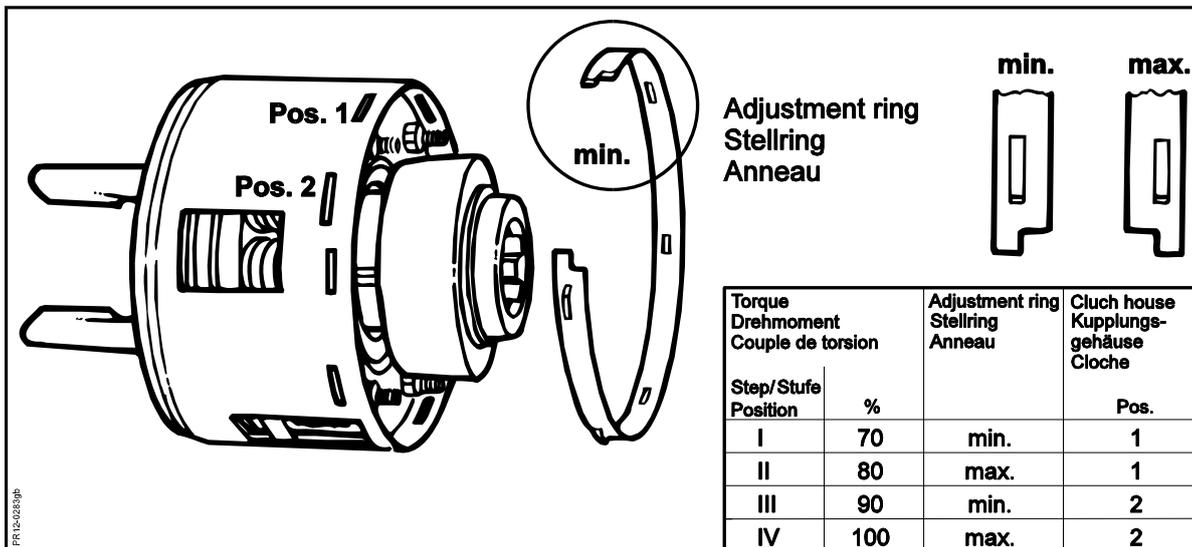

Fig. 6.3
**Fig. 6.3** (Pas pour la FCT 1100 MK II) Les 4 réglages de la couple de torsion de l'embrayage à disques sont choisis en retournant l'anneau de réglage et à l'aide de deux positions différentes dans le carter d'embrayage.